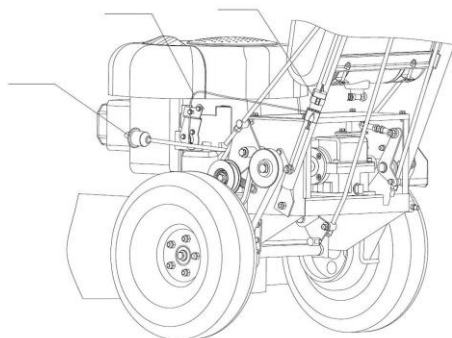

Figura 5
- Cablul de accelerație trebuie conectat la motor în conformitate cu instrucțiunile de funcționare ale motorului. Linia rezervorului de combustibil conectată la linia motorului. (Pozițiile filtrului de combustibil și conexiunea cablului de gaz diferă semnificativ în funcție de diferite modele de motor). A se vedea figura 5.